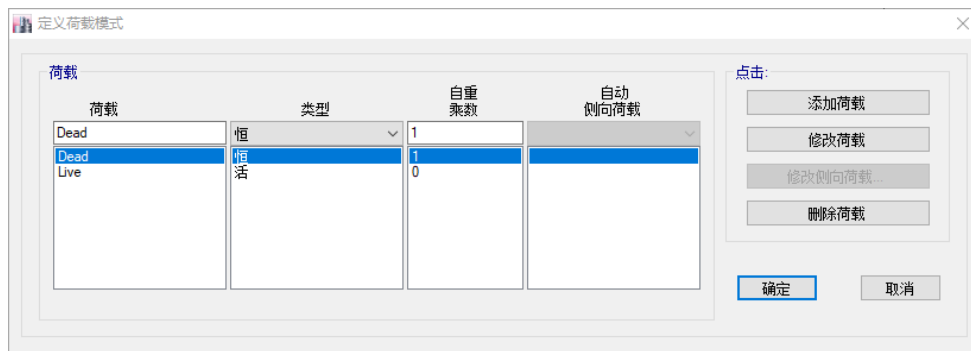

图 5-16 定义荷载模式对话框
1. 在**模型浏览器**窗中依次打开**模型>荷载>荷载模式**，右击**荷载模式**在弹出的菜单中点击**添加新荷载模式**，弹出**定义荷载模式**对话框，如图 5-16 所示：